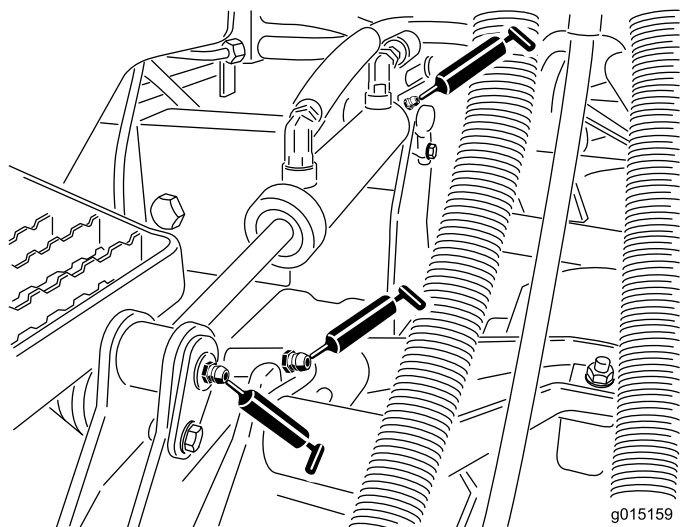

図 49
- 昇降アームのブッシュカッティングユニット 1台に1ヶ所 図 49
- 昇降シリンダのブッシュカッティングユニット 1台に2ヶ所 図 49